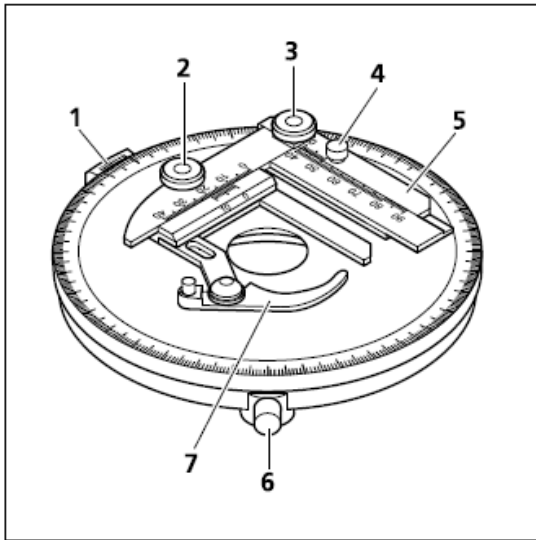

图. 2-17 偏光旋转载物台
- 旋转偏光载物台(图 2-17) 可以放置,定位和使用带有导向装置(图 2-17/5)的样品夹(图 2-17/7)固定样品
- 通过调节螺丝(图 2-17/6)载物台可 360° 旋转
- 通过角度标尺(图 2-17/1)可以读出当前的角度
- 移除样品导向装置(图 2-17/5).(松开制动螺丝图 2-17/4,之后,有两颗螺丝分别位于两个导向装置上,将导向装置固定在旋转载物台上.)